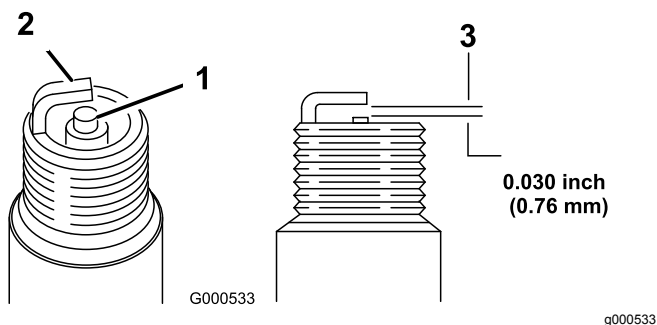

Figure 22
5. Réglez l'écartement des électrodes à 0,76 mm (0,030 po) (Figure 22).